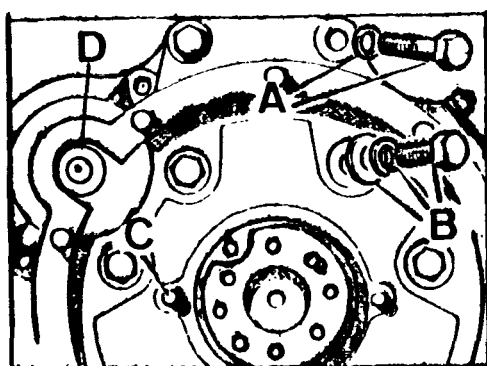

Fig. A1-L Elementos de fijación cárter del volante
- 1.6. Desconectar los cables de alimentación del motor de arranque, quitar los tornillos, A y B (Fig. A1-L) que fijan el cárter del volante al bloque y extraer dicho cárter en unión del motor de arranque.